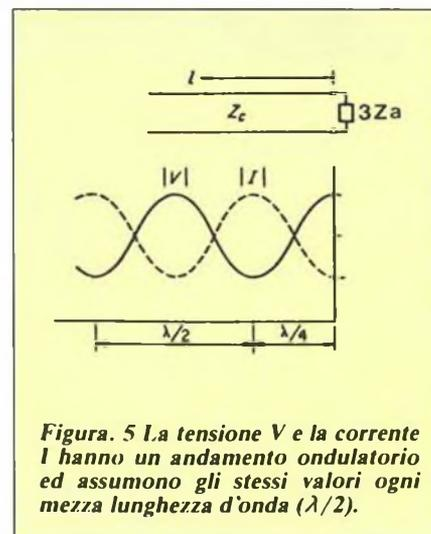

Figura 5. La tensione V e la corrente I hanno un andamento ondulatorio ed assumono gli stessi valori ogni mezza lunghezza d'onda ($\lambda/2$).
b) Se invece $Z_a = Z_o$ in questo caso abbiamo un disadattamento di linea. In questa situazione la potenza incidente generata dal trasmettitore viene riflessa indietro dall'antenna, con la conseguenza che la potenza irradiata è soltanto una parte di quella fornita dallo stadio finale. L'onda riflessa si somma lungo la discesa all'onda incidente dando luogo alla ben nota "onda stazionaria" che ha un tipico movimento ondulatorio. I massimi e i minimi di questa oscillazione sono in funzione dell'entità del disadattamento; per intenderci, maggiore sarà la differenza di valore tra Z_a e Z_o tanto grande risulterà il valore di ROS. Se proviamo a ripetere l'esperimento di misura sul rapporto V/I lungo la linea di trasmissione non troveremo più valori costanti come abbiamo rilevato nella situazione di perfetto adattamento. Ambedue le grandezze hanno ora un andamento ondulatorio periodico, assumendo quindi gli stessi valori ogni mezza lunghezza d'onda misurato lungo la linea a partire dall'antenna, come si può notare in Figura 5. Il rapporto V/I misurato ai morsetti dell'antenna è ancora pari all'impedenza Z_a , ma poiché V e I non sono più costanti lungo la linea varierà anche il loro rapporto; appare chiaro come l'impedenza che il trasmettitore "vede" cambi in funzione della lunghezza della discesa. Avevo accennato alla funzione ciclica del rapporto V/I per cui il generatore vedrà un'impedenza pari a Z_a soltanto se il cavo avrà un'estensione pari a un multiplo di mezza lunghezza d'onda poiché solo in questi casi avrà lo stesso valore presente ai capi dell'antenna.